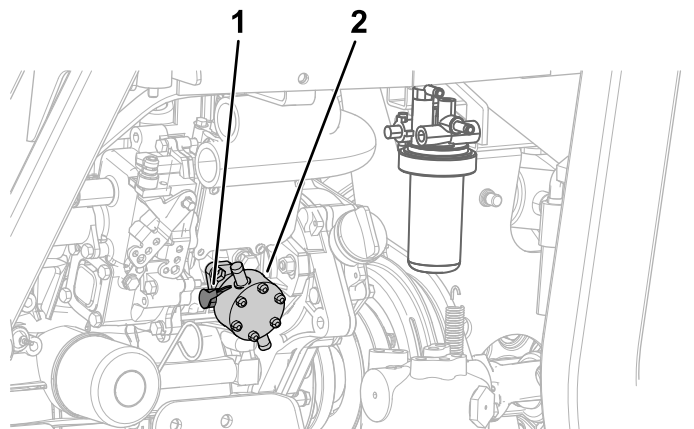

Figura 64
Sul lato sinistro del motore, agite sulla leva della pompa del carburante fino a riempire il pozzetto del filtro del carburante (Figura 64).
7. Agite sulla leva della pompa del carburante sinché non vedrete fuoriuscire un flusso solido di carburante attorno alla vite; fate riferimento alla Figura 64 in Innesco dell'impianto del carburante \(pagina 54\).